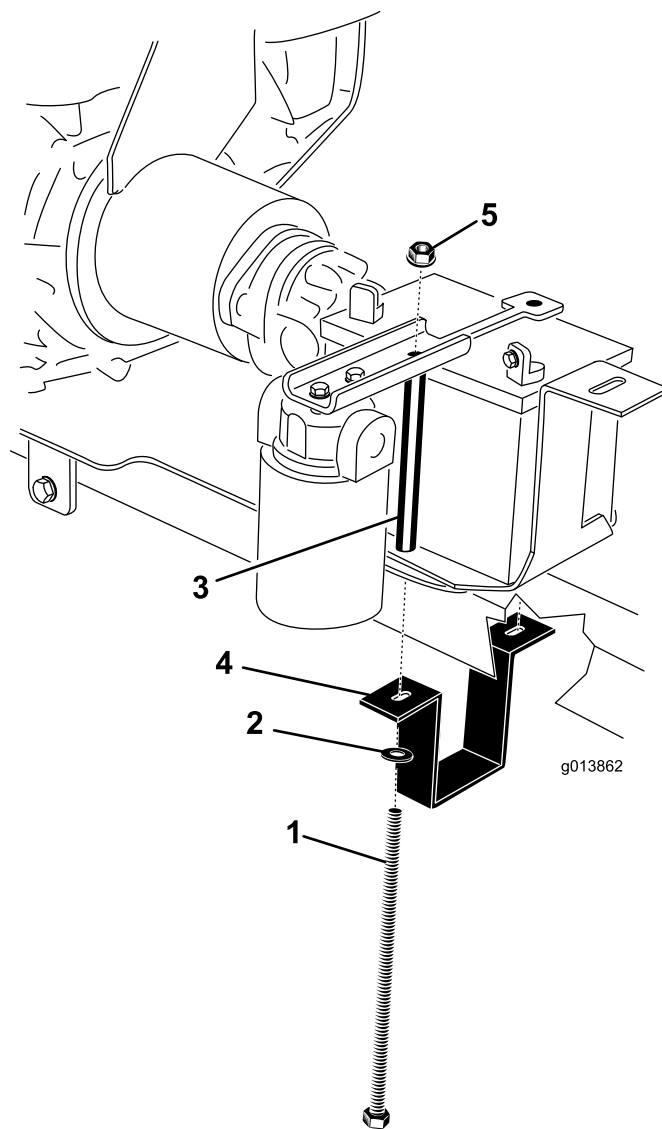

Figura 8
21. Regolate la staffa di montaggio motore in modo che sia vicina all'attacco di traino. Serrate a fondo i due bulloni fissando le staffe di montaggio del motore alla piastra di montaggio del motore (Figura 8).
22. Controllate che la piastra di montaggio motore sia a livello e serrate completamente i (2) bulloni da 1/2 x 5 pollici attraverso i fori inferiori della staffa di montaggio motore.
23. Posizionate la batteria sul vassoio della batteria, sistemando i terminali come descritto in Figura 8.
24. Posizionate la tenuta della batteria sulla batteria (Figura 8).
25. Tenete la cinghia di montaggio della batteria attorno alla parte inferiore del tubo di attacco (Figura 8).
26. Sul lato destro, inserite un bullone della batteria attraverso rondella, cinghia di tenuta della batteria, piastra di montaggio motore, vassoio batteria e tenuta. Installate senza serrare un dado flangiato (Figura 8).
27. Sul lato sinistro, inserite un bullone della batteria attraverso rondella, cinghia di tenuta della batteria, piastra di montaggio motore, vassoio batteria, tubolare batteria e tenuta. Installate senza serrare un dado flangiato (Figura 8).
29. Disimballate la guida flessibile, il flessibile idraulico di ritorno (flessibile #3), il flessibile idraulico di aspirazione (flessibile #4), (4) bulloni da 1/4 x 3/4 di pollice e (4) dadi di bloccaggio flangiati da 1/4 pollice.